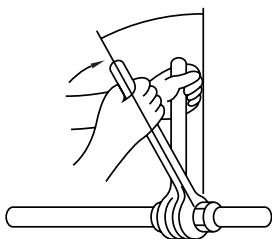

Fig. 5-8
- Απλώστε ένα λεπτό στρώμα ψυκτικού λιπαντικού στην επιφάνεια έδρασης του αγωγού. (Fig. 5-8)